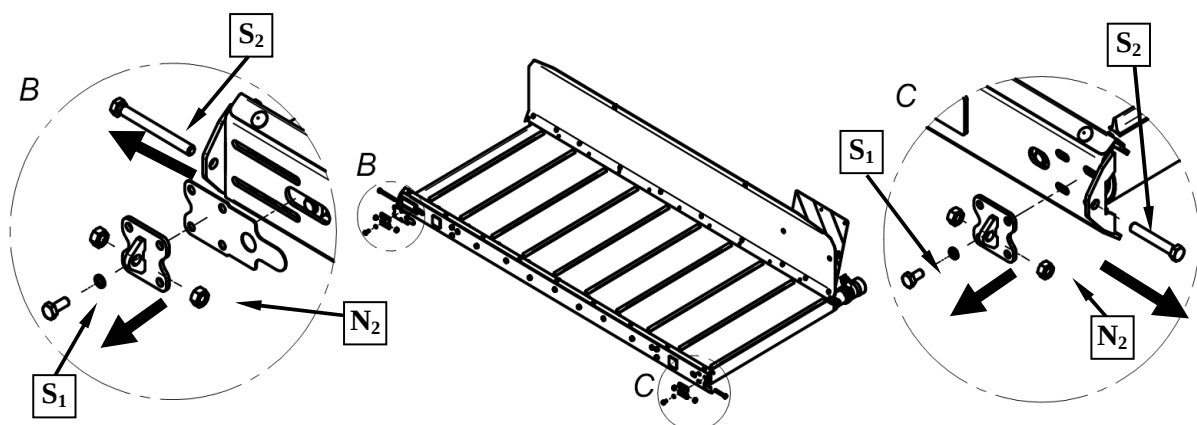

Рис. 44.
1. Открутить болты M10 – S1, гайки M12 – N2 регулировочные винты M12 – S2 передних натяжных устройств (Рис. 44).